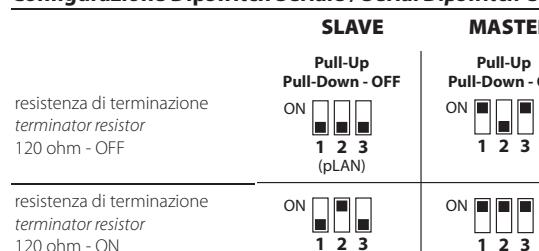

Fig.3
Porte Seriali, COM1 (2), COM2	RS485 max 115,2 Kb/s Connettore sconnettibile a vapo passo 3,81mm Cavo schermato AWG 20-22 a coppie ritorte per ± Lmax = 500m - coppia serraggio 0,25Nm (2,2lbfx in) Master/Slave configurabile tramite dip switch (Fig.3)